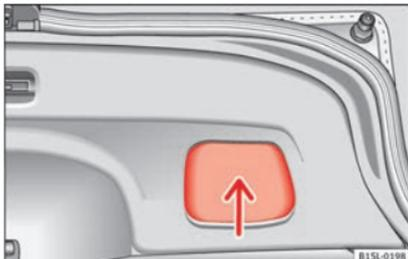

Abb. 107 Offene Heckklappe: Griffmulde zum Zuziehen
- In die Griffmulde in der Innenverkleidung der Heckklappe fassen » **Abb. 107** (Pfeil).